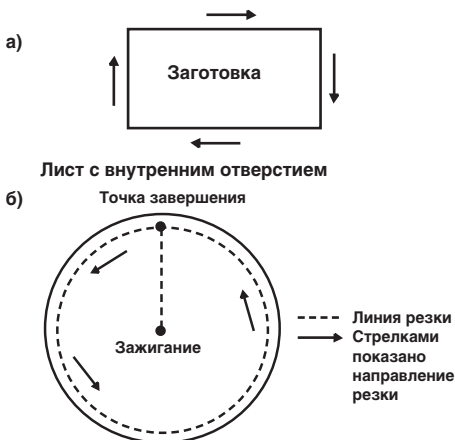

Рис. 1. Выбор направления движения обхода: а — для внешнего контура, б — для отверстий
2. Выбрано неверное направление обхода контура при резке. В большинстве современных плазматронов, более перпендикулярный рез расположен справа от резака. Поэтому для внешнего контура правильным будет движение по часовой стрелке (рис. 1а), а для отверстий против часовой стрелки (рис. 1б);